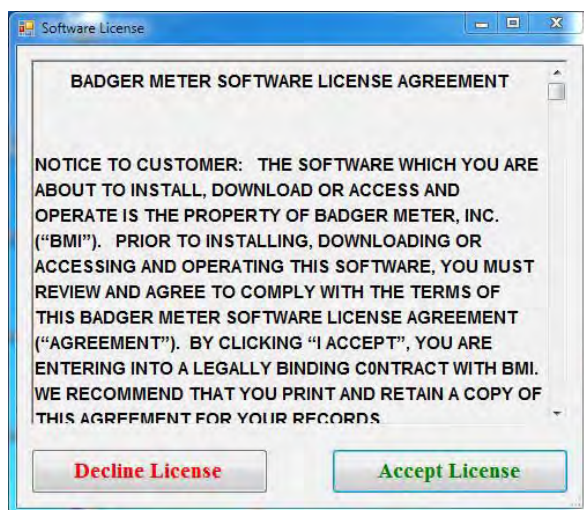

Figura 7: Acuerdo de licencia del software
- Haga clic en **View License** para leer el acuerdo de licencia del software (*Figura 7*).